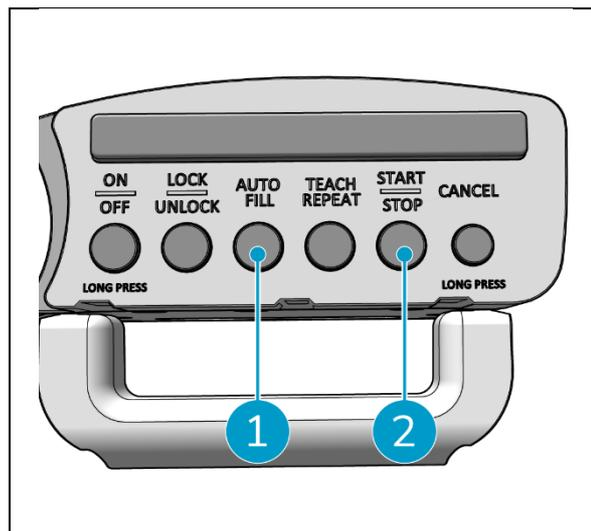

Figure 24
1. Appuyez sur le bouton Auto Fill (Figure 24, pos. 1). La touche Auto Fill devient blanche.
2. Guidez l'i-walk autour des limites de la zone que vous souhaitez nettoyer. Lorsque vous arrivez au point de départ, le bouton Start/Stop (Figure 24, pos. 2) clignote en bleu.